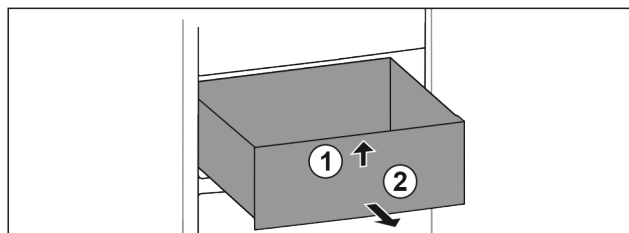

Fig. 97
- ▶ Ridicați sertarul în față. Fig. 97 (1)
- ▶ Extrageți sertarul spre înainte. Fig. 97 (2)